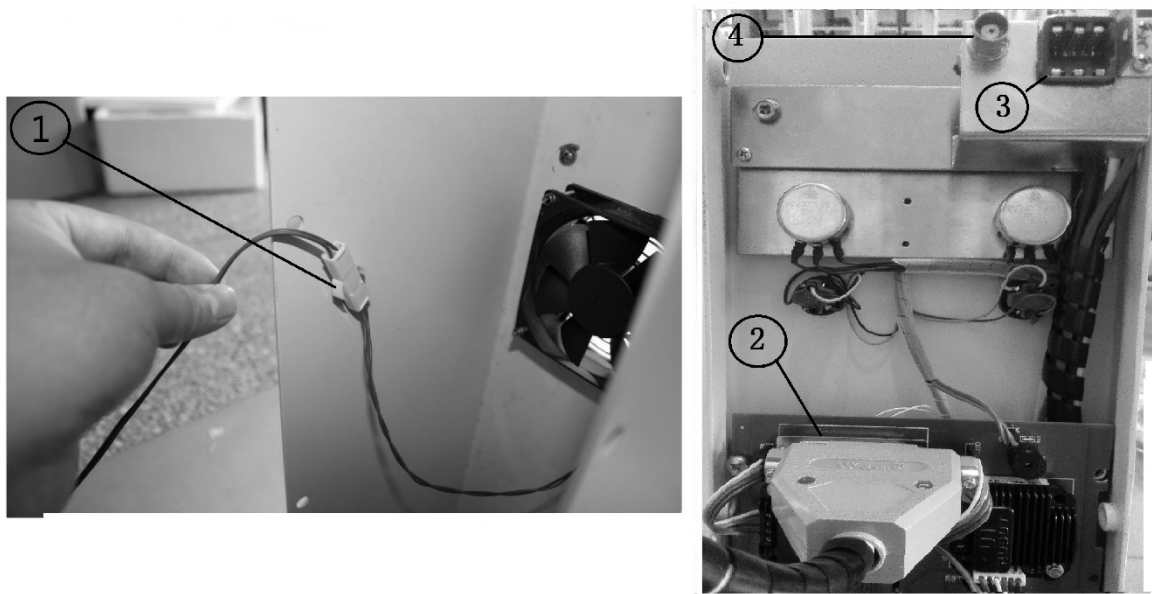

Рис. 5
Подключите гнездо (см. рис. 5) (① Подключите 2-контактную вилку. ② Подключите вилку кабеля управления. ③ Подключите квадратный разъем и закрепите его винтом с одной стороны. ④ Подключите разъем для передачи видео) и вставьте электрический блок в стойку, затем соедините и затяните электрический блок на стойке с помощью 12 шариковых винтов М6 и шайб.